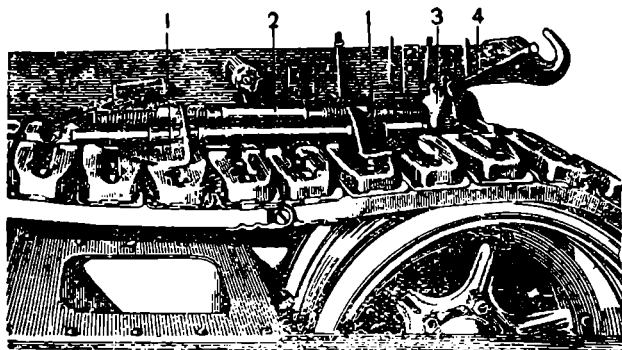

Рис. 11. Натяжное приспособление:
6. Снять блокировочную цепь и соединить концы гусеницы с помощью натяжного приспособления (рис. 11).